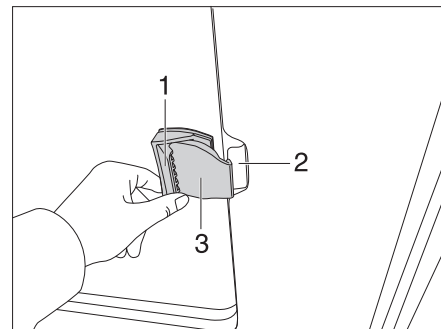

Fig. 62 Finestra scorrevole senza bloccaggio
- Tirare lo sportellino della maniglia (Fig. 62,1) e contemporaneamente tirare o spingere la maniglia in avanti.